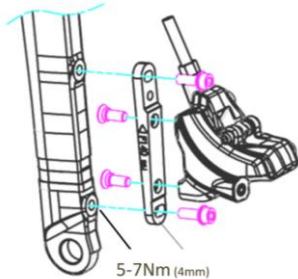

Figura D-1 Allineare la pinza con i fori di montaggio della forcella.
- Assemblare l'adattatore e la pinza anteriore, la coppia di serraggio è 5-7 Nm (4 mm) **(Figura D-1)**